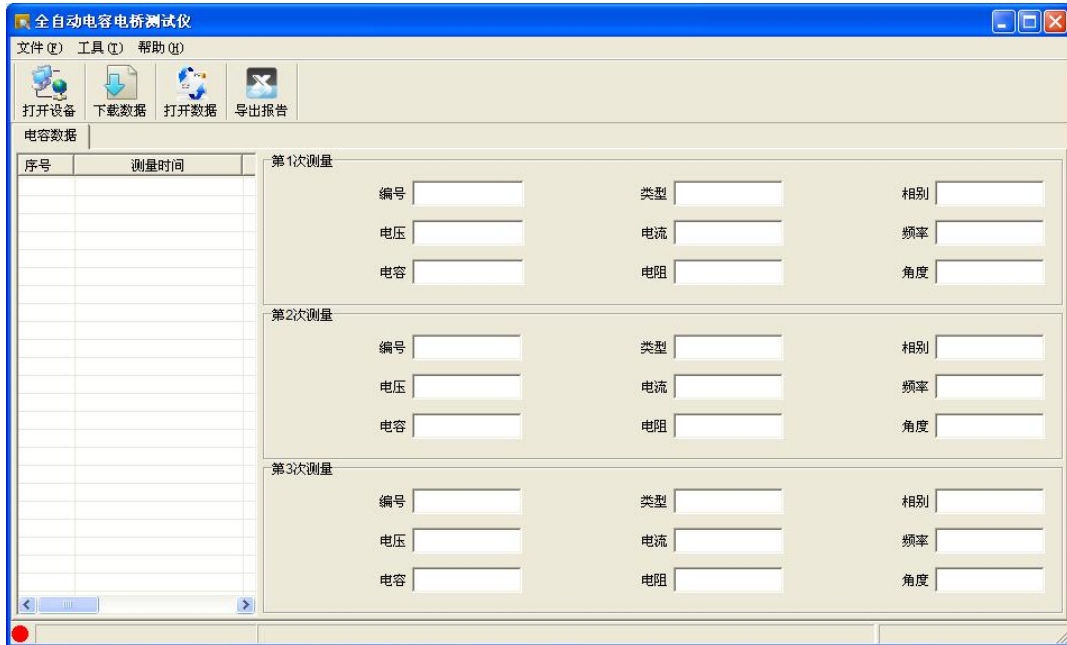
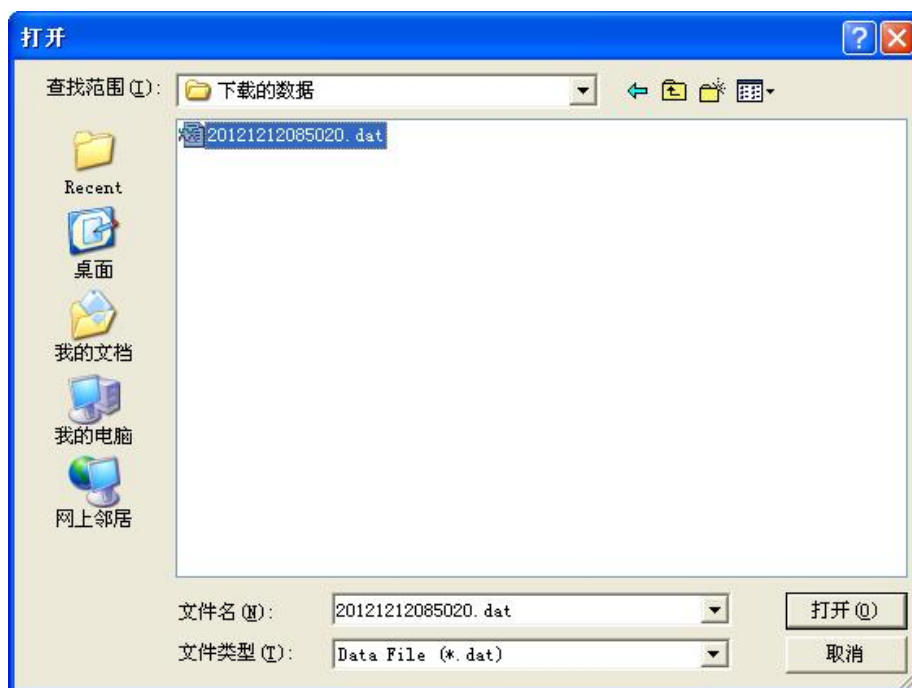

图 4.4 软件界面
图 4.11 打开数据
1. 通信连接线连接好后，打开仪器电源，待仪器进入图 3.1 所示主界面后，点击“数据通信”，然后运行“全自动电容电桥测试仪.exe”，如图 4.4 所示。
5. 打开数据: 在图 4.4 中, 也可以通过点击“打开数据”按钮, 查看已保存在 PC 机中的历史数据, 如图 4.11 所示。